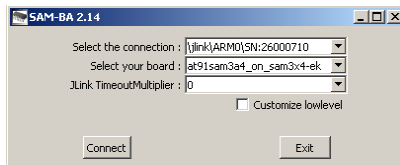

Рисунок 2.15 – Окно выбора типа контроллера
- в появившемся окне (рисунок 2.15) в пункте «Select the connection» выбрать «\jlink\ARM0\SN:xxx», где xxx – серийный номер платы SAM-ICE», в пункте «Select your board» выбрать «at91sam7a3-ek» для работы с микросхемой AT91SAM7A3 и «at91sam3a4_on_sam3x4-ek» для работы с микросхемой AT91SAM3A4;